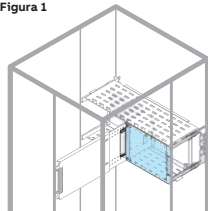

Figura 2
- P1 = Posición de montaje 1 (Figura 2).